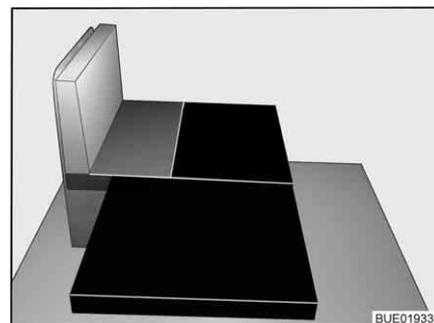

Fig. 34 Après la transformation
- Poser le grand coussin supplémentaire sur le support de coussin (voir Fig. 34).